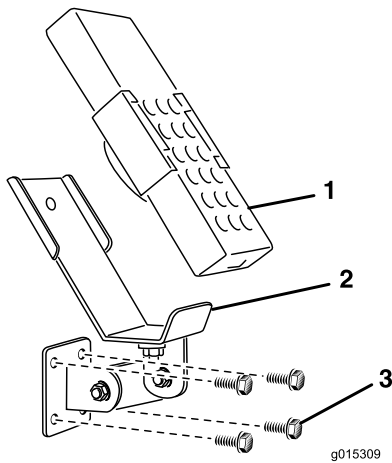
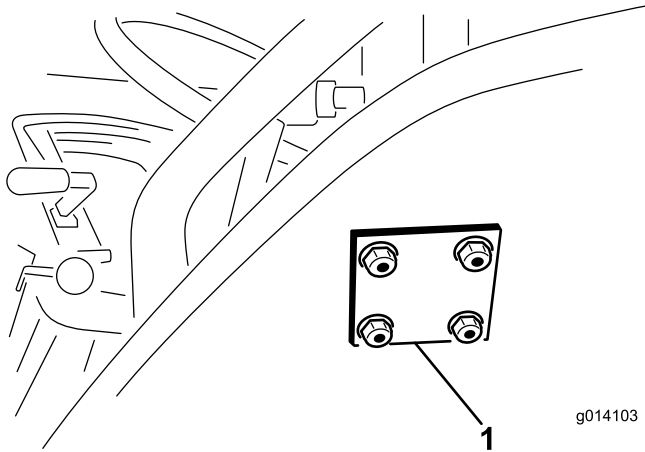

Bild 12
Bild 13
4. Befestigen Sie die Befestigungshalterung und die Rückplatte mit vier Bundkopfschrauben (5/16" x 1-1/2") und Bundmuttern (Bild 12 und Bild 13).